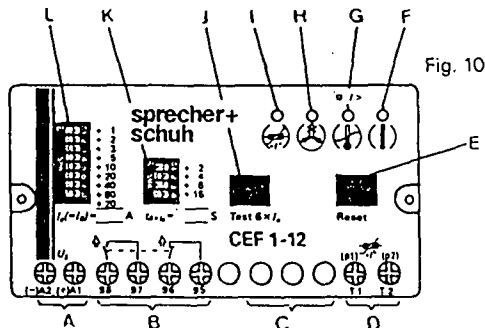

Fig. 10
a) Simultaneously close switch S1 and start stop-watch P1T. The single-phasing protection trips after 1.5 s: its red LED comes on (Fig. 10, H), the output relay drops out and the green LED (Fig. 10, F) goes out.
With CEF 1-12 and CEF 1-22 the red LED (Fig. 10, G) of the thermal overload protection flashes (overcurrent indication when the motor current exceeds 110% of the set rated current  $I_n$ ). After the time  $t_{6xI_n}$  set on the CEF 1 has elapsed (Fig. 10, K), the red LED (Fig. 10, G) goes into a permanently ON state: the thermal overload protection has responded.
b) After conclusion of the functional test 7.2 a), the stop-watch P1T is reset to zero. Simultaneously open switch S1 and start stop-watch P1T. Both red LEDs (single-phasing protection Fig. 10, H and thermal overload protection Fig. 10, G) are still on.
Am CEF 1 liegt die Speisespannung an (Fig. 10, A). Das Schütz K1 ist ausgeschaltet. Der Schalter S1 ist offen. Die einphasige Stromquelle G1 ist gemäss Fig. 13 entweder an 1(L1)-2(T1), 3(L2)-4(T2) oder 5(L3)-6(T3) am CEF 1 angeschlossen. Die grüne LED (Fig. 10, F) des CEF 1 leuchtet.
a) Schalter S1 schliessen und gleichzeitig Stoppuhr P1T starten. Nach 1,5 Sekunden löst der Phasenausfallschutz aus: dessen rote LED (Fig. 10, H) leuchtet, gleichzeitig fällt das Ausgangsrelais ab und die grüne LED (Fig. 10, F) erlischt. Beim CEF 1L12 oder CEF 1-22 blinkt die rote LED (Fig. 10, G) des thermischen Überlastschutzes (Überstromanzeige, wenn der Motorstrom 110% des eingestellten Nennstroms  $I_e$  überschreitet). Nach Ablauf der am CEF 1 eingestellten Zeit  $t_{6xI_e}$  (Fig. 10, K) leuchtet die rote LED (Fig. 10, G) dauernd: der thermische Überlastschutz hat ausgelöst. b) Anschliessend an den Funktionstest 7.2.a) ist die Stoppuhr P1T auf Null zu stellen. Schalter S1 öffnen und gleichzeitig Stoppuhr P1T starten. Beide rote LED (Phasenausfallschutz Fig. 10, H und thermischer Überlastschutz Fig. 10, G) leuchten noch.
Après environ 5 secondes, appuyer sur le bouton «Reset» (Fig. 10, E): la diode rouge (Fig. 10, H) de la protection contre les défaillances de phase s'éteint. La diode rouge (Fig. 10, G) de la protection contre les surcharges thermiques reste allumée. Après un temps de refroidissement d'environ 6 fois  $t_{6xI_e}$  (par ex. 60 s pour  $t_{6xI_e} = 10$  s) appuyer de nouveau sur le bouton «Reset», le réarmement s'ensuit: la diode rouge (Fig. 10, G) de la protection contre les surcharges thermiques s'éteint, le relais de sortie s'enclenche et la diode verte (Fig. 10, F) s'allume.
Depress «Reset» push button (Fig. 10, E) after approx. 5 s: the red LED (Fig. 10, H) of the single-phasing protection goes out immediately, the red LED (Fig. 10, G) of the thermal overload protection is still on. After a cooling time of approx. 6 times  $t_{6xI_e}$  (i.e., after 60 s with  $t_{6xI_e} = 10$  s), depress the «Reset» push button (Fig. 10, E) again and a reset will take place: the red LED (Fig. 10, G) of the thermal overload protection goes out, the output relay pulls in and the green LED (Fig. 10, F) comes on.
1) Si la source de courant monophasée ne peut pas fournir un courant de  $6 \times I_e$ , un courant de  $2 \times I_e$  reste suffisant. Dans ce cas le temps jusqu'à l'allumage de la diode lumineuse rouge (Fig. 10, G) est l'environ 4 fois le temps réglé  $t_{6xI_e}$ .
1) If the single-phase current source G1 is not able to supply six times the rated current  $6 \times I_e$ , double the rated current will be sufficient ( $2 \times I_e$ ). The time until the red LED (Fig. 10, G) comes on will then, however, be equal to approx. four times the time setting  $t_{6xI_e}$  on the CEF 1, that is, 4 times  $t_{6xI_e}$ .
Nach ca. 5 Sekunden die «Reset»-Taste (Fig. 10, E) dr cken: die rote LED (Fig. 10, H) des Phasenausfallschutzes erlischt sofort, die rote LED (Fig. 10, G) des thermischen  berlastschutzes leuchtet weiter. Nach einer Abk hlzeit von ca.  $6 \times t_{6 \times I_e}$  (d.h., z.B. nach 60 s bei  $t_{6 \times I_e} = 10$  s) die «Reset»-Taste (Fig. 10, E) nochmals dr cken, wodurch die R ckstellung erfolgt: die rote LED (Fig. 10, G) des thermischen  berlastschutzes erlischt, das Ausgangsrelais zieht an und die gr ne LED (Fig. 10, F) leuchtet.
1) Wenn die einphasige Stromquelle G1 den sechs-fachen Nennstrom  $6 \times I_e$  nicht liefern kann, gen gt hief r der doppelte Nennstrom  $2 \times I_e$ . Die Zeit bis zum Aufleuchten der roten LED (Fig. 10, G) betr gt dann jedoch ca. das Vierfache der am CEF 1 eingestellten Zeit  $t_{6 \times I_e}$ , also ca.  $4 \times t_{6 \times I_e}$ .